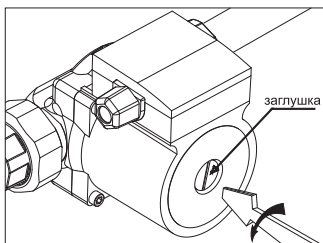

Рис. 10 Удаление воздуха из насоса
- Выкрутить винт и ослабить заглушку для удаления воздуха, защитив электрические части от попадания жидкости или пара **Рис. 10**;